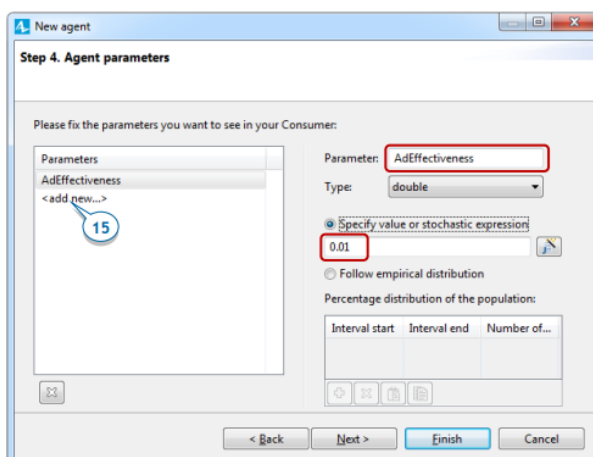

Рисунок 2.12 – Параметр агента
17. На сторінці *Agent Parameters* визначте параметри або характеристики агента. Оскільки наша модель розглядає лише покупки продукту, пов'язані з рекламою, ми додамо параметр *AdEffectiveness* для визначення відсотка потенційних користувачів, які готові придбати продукт протягом певного дня (рис. 2.12).